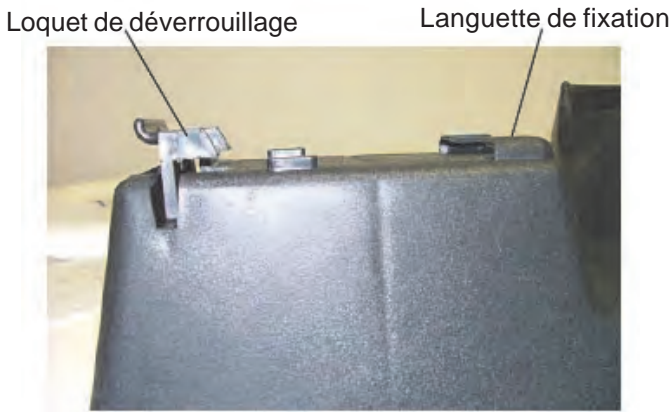

Figure 3.
- G. Faites glisser le pied de la pompe entre les languettes de fixation et le loquet de déverrouillage. Reportez-vous à la figure 3. Placez la pompe en appuyant jusqu'à ce que le loquet de déverrouillage clic en place sur le pied de la pompe. Reportez-vous à la figure 4. La pompe doit être positionnée comme l'indique la Figure 5. Installez les deux # 20 x 1-1/4" tire fonds longues à travers les fentes du côté du moteur, dans les deux trous de la base près de la serrure.